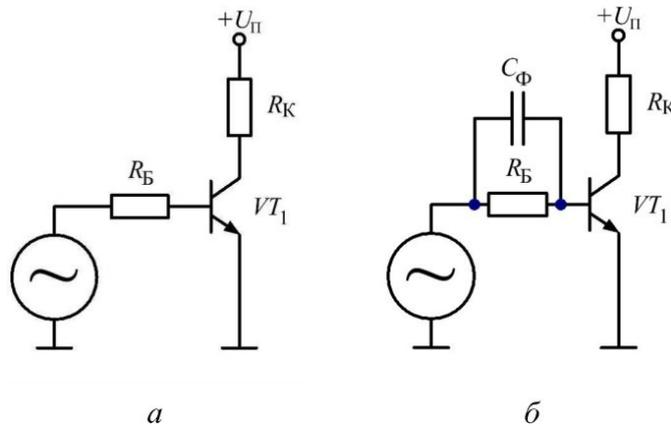

Рис. 4.10. Схема простого транзисторного ключа (а) и транзисторного ключа с форсирующим конденсатором (б)
1. Соберите схему транзисторного ключа на n-p-n транзисторе (рис. 4.10, а). Задав напряжение питания $U_{\Pi} = 12 \text{ В}$ и амплитуду напряжения входного управляющего сигнала $U_{ВХ} = 5 \text{ В}$, можно рассчитать величины резисторов в цепях базы и коллектора.
7. Соберите схему транзисторного ключа с форсирующим конденсатором (рис. 4.10, б). Для этого просто подключите конденсатор параллельно базовому резистору. Емкость форсирующего конденсатора C_{ϕ} можно рассчитать, зная длительность фронта при данном резисторе в цепи базы: